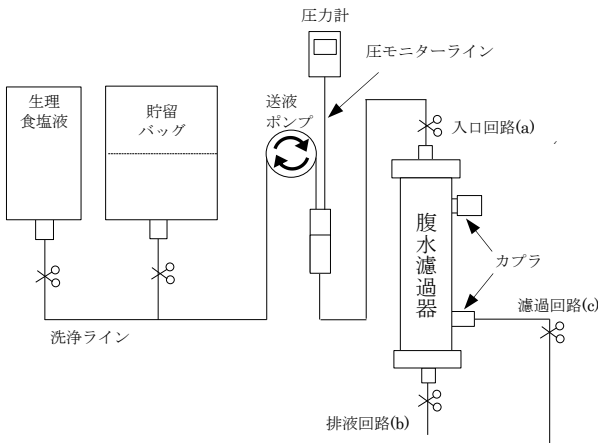

図 1 陽圧ポンプ式内圧濾過法の回路図
- 1) 本品をホルダーに取り付ける。(以降の手順に従い、図 1 の通り接続する)